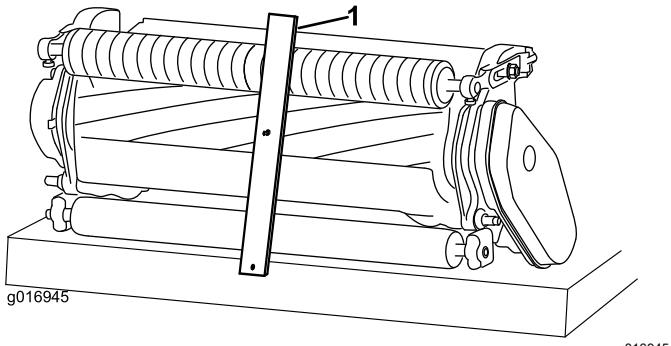

Figura 15
2. Agganciate la testa della vite della barra dell'indicatore dell'altezza di taglio sul lato destro del tagliente della controlama e appoggiate la parte posteriore della barra sul rullo posteriore (Figura 15).